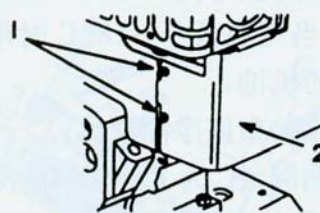

图 18
如气温高于4°C时, 取下化油器加热盒。(图18)
1. 拔下火花塞导线, 确保电线和火花塞不接触。(图18)
4. 取下紧固化油器加热盒的两个十字螺钉, 完毕后仍将螺钉放回原孔中以防丢失。(图18)